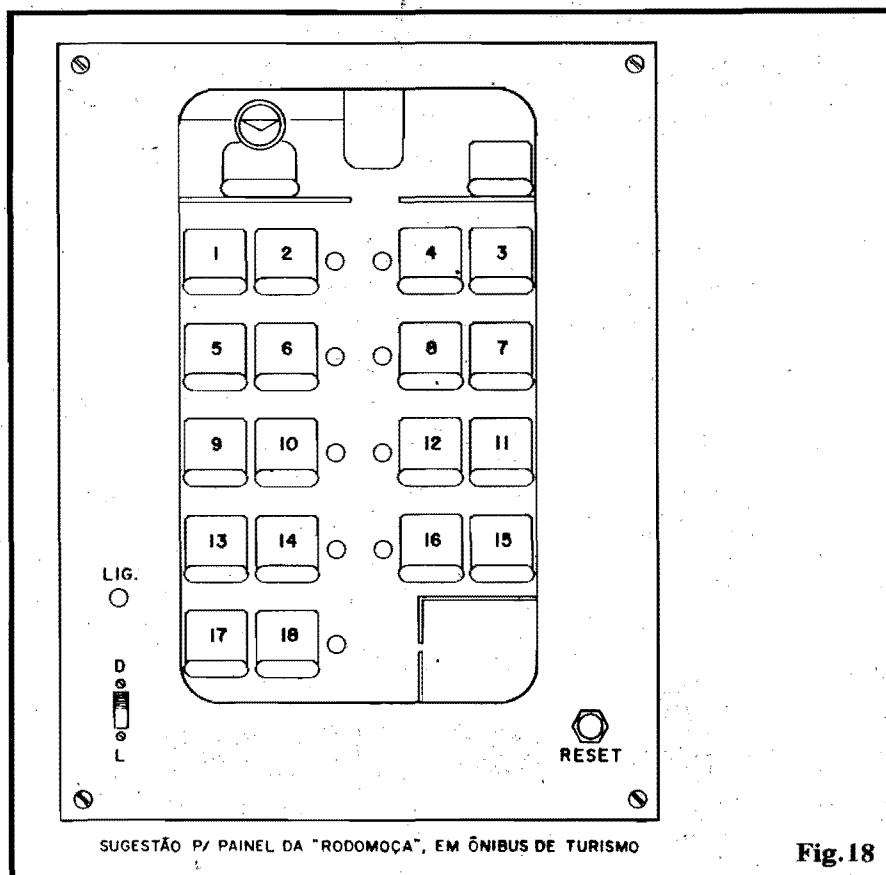

Fig.18
- FIG. 18 - PAINEL PARA CENTRAL DE QCP EM ÔNIBUS DE TURISMO - Acreditamos que, insta-